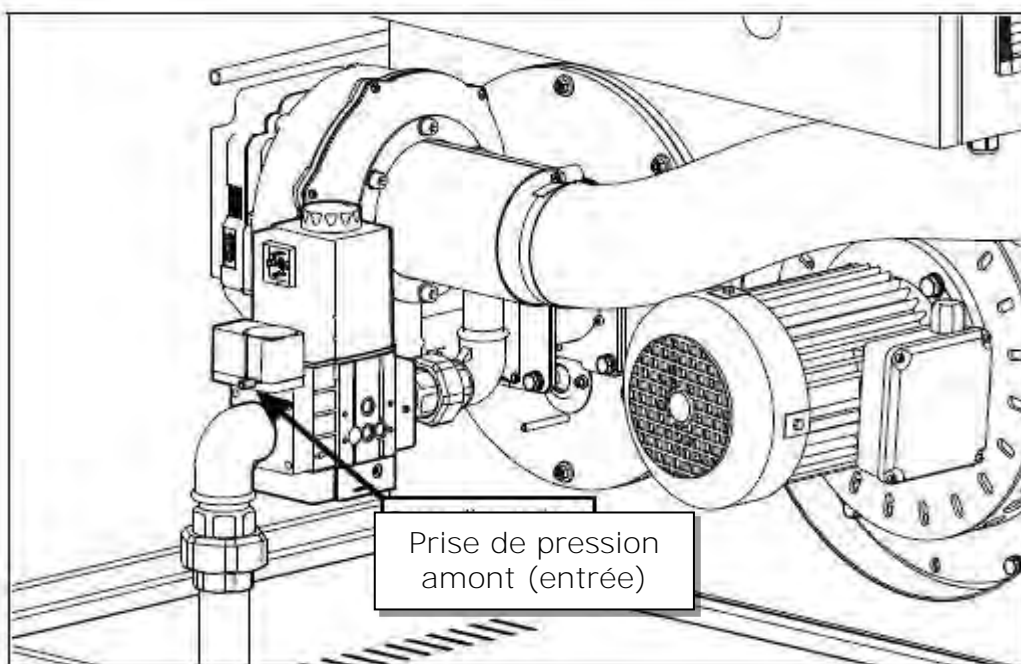

Fig. 46
- 7) Vérifier la présence de gaz **en faisant une mesure statique, brûleur éteint, à l'entrée de l'électrovanne gaz** (Fig.46 pour modèle HE et Fig 46a pour modèle HE JR).